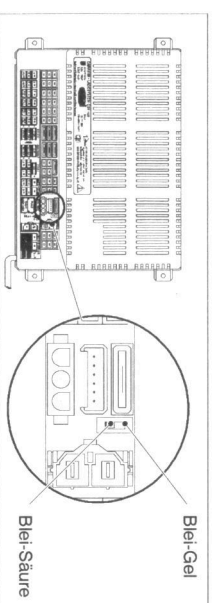

Bild 5 Batteriewahlschalter Blei-Gel/Blei-Säure-Batterie
- ▶ Demn Batterie-Wahlschalter (s. Abb. 5) mit einem dünnen Gegenstand (z. B. Kugelschreibermine) in die entsprechende Position bringen: